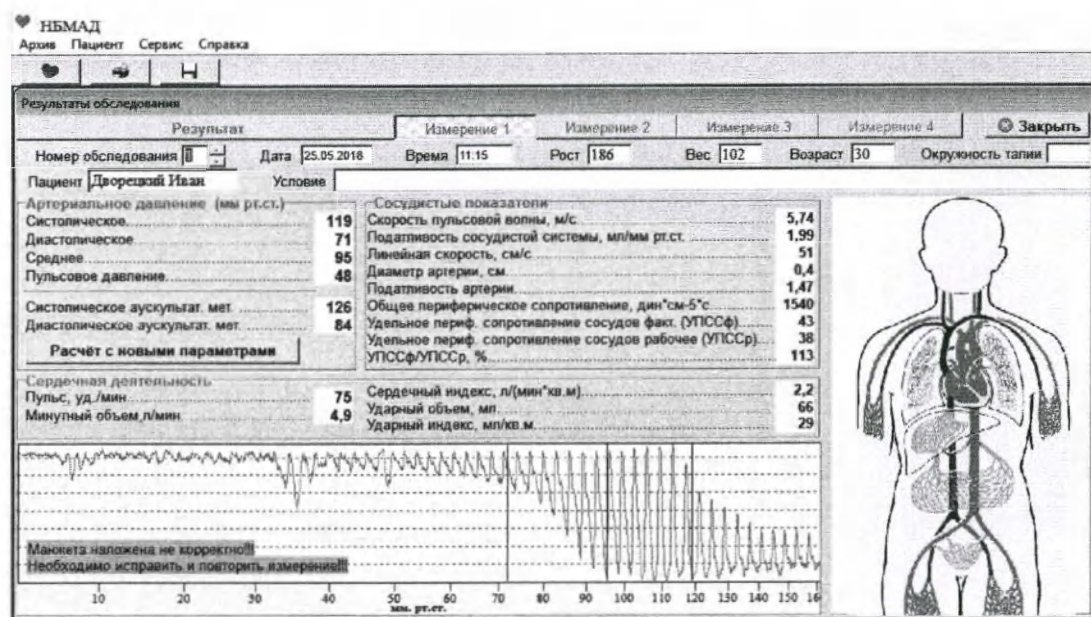

Рис. 18. Пример не правильного наложения манжеты
- если измерение было выполнено, но манжета была наложена недостаточно плотно, то на графике осциллограммы на желтом фоне выводится соответствующее предупреждение и предложение провести измерение заново, исправив положение манжеты (рис. 18).